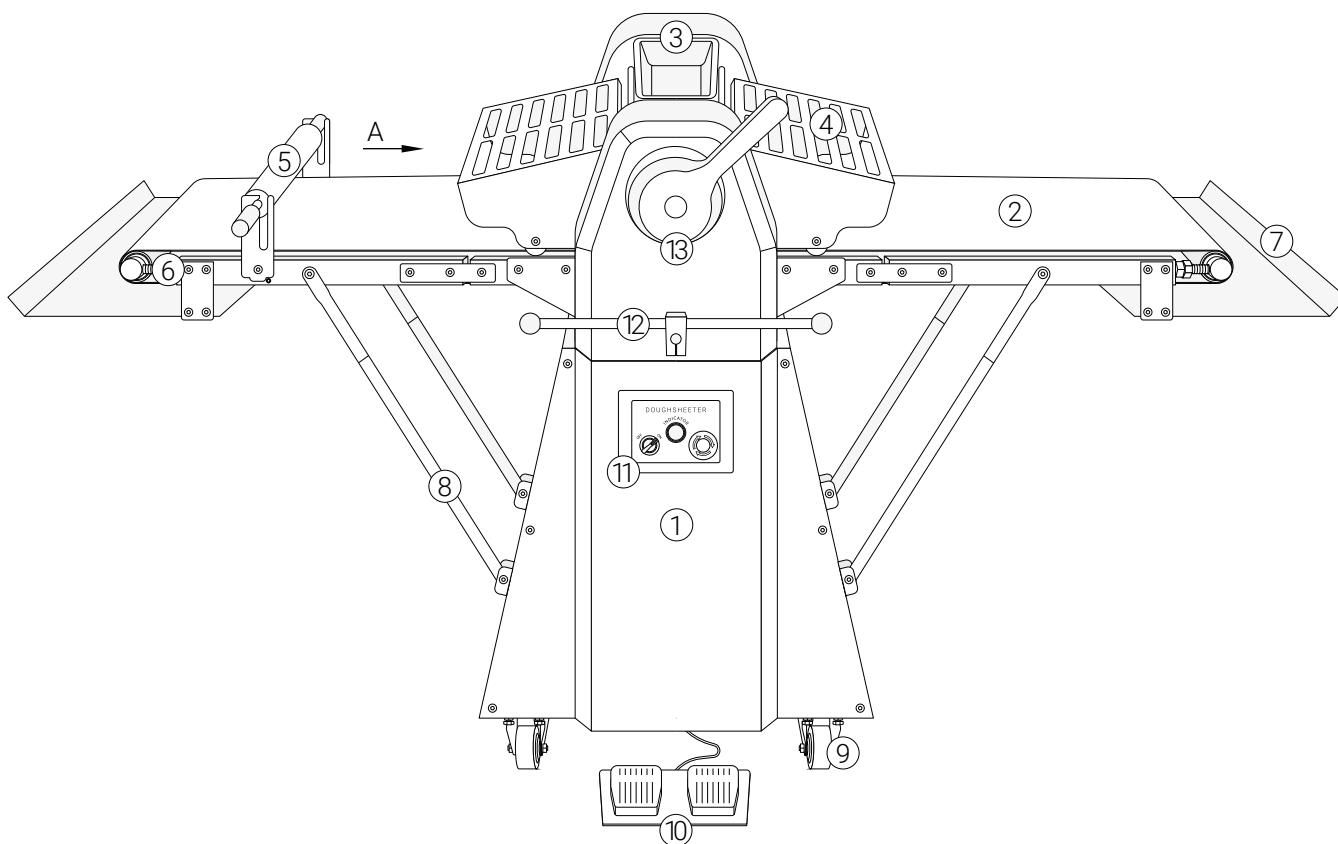

Рис. 1
- Тестораскаточная машина серии KDF (рис. 1) – 1 шт.
5.1.1. Тестораскаточная машина. Вид общий: рис. 1 (может незначительно отличаться в зависимости от модификаций).